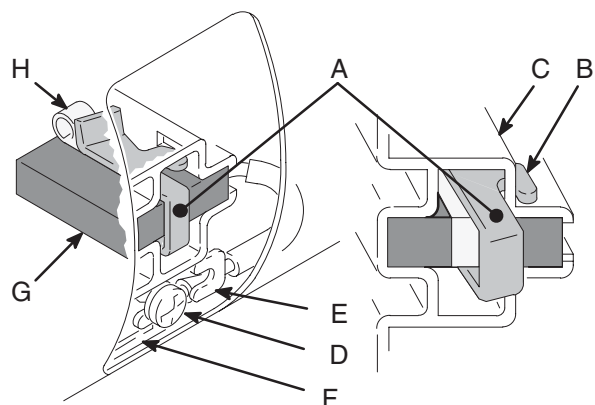

Fig. 8
4. Fig. 8. Empuje la abrazadera de resorte 110816 (A) para liberar los ganchos (B) del portaescobillas (C). Saque la abrazadera de resorte.
5. Fig. 8. Afloje el tornillo del terminal (D). Extraiga el hilo conductor de la escobilla (E), dejando el cable del motor (F) en su posición. Extraiga la escobilla (G) y el muelle (H).
- Fig. 8. Deslice el hilo conductor de la escobilla (E) debajo de la arandela del tornillo de terminal (D) y apriete el tornillo. Asegúrese de que el hilo conductor del motor (F) todavía esté conectado al tornillo.